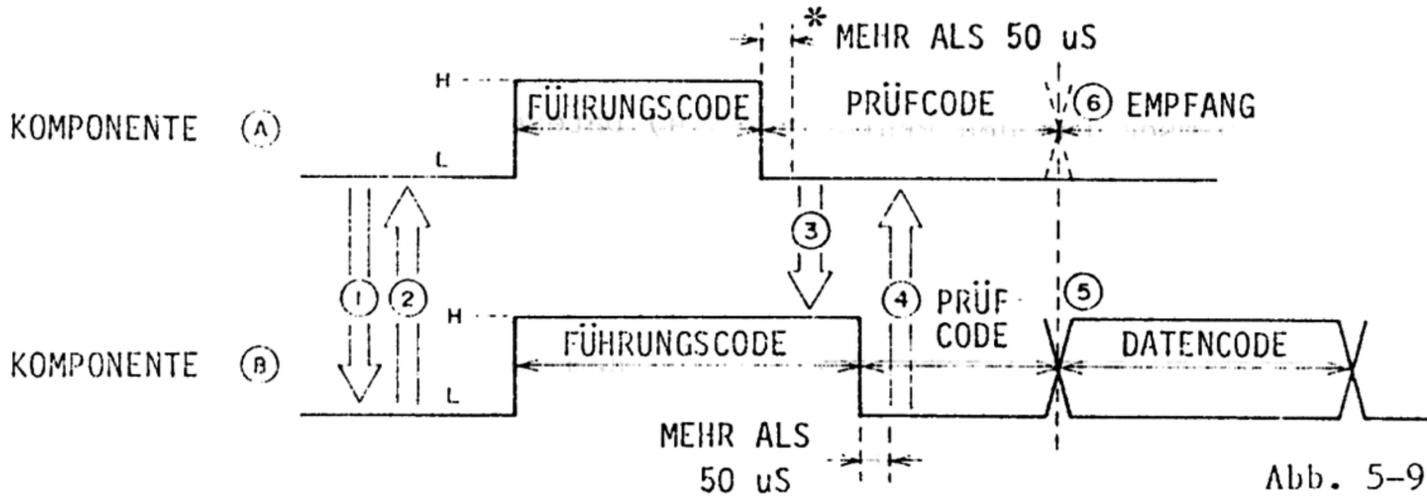

Abb. 5-9
- Nach Absenken auf "L" vor überprüfen des Busses (Abb. 5-9) ist eine Pause von mindestens 50 usec vorzusehen.